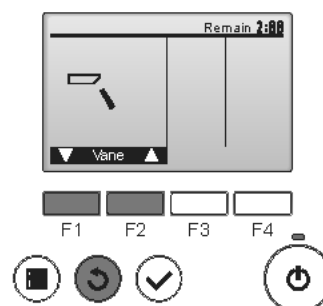

Fig. 8-4
- ② Tryk på knappen [VÆLG] for at få vist driftsskærmen Vane (Ventilatorvinge), og tryk derefter på knapperne [F1] og [F2] for at kontrollere autovingen. (Fig. 8-4)